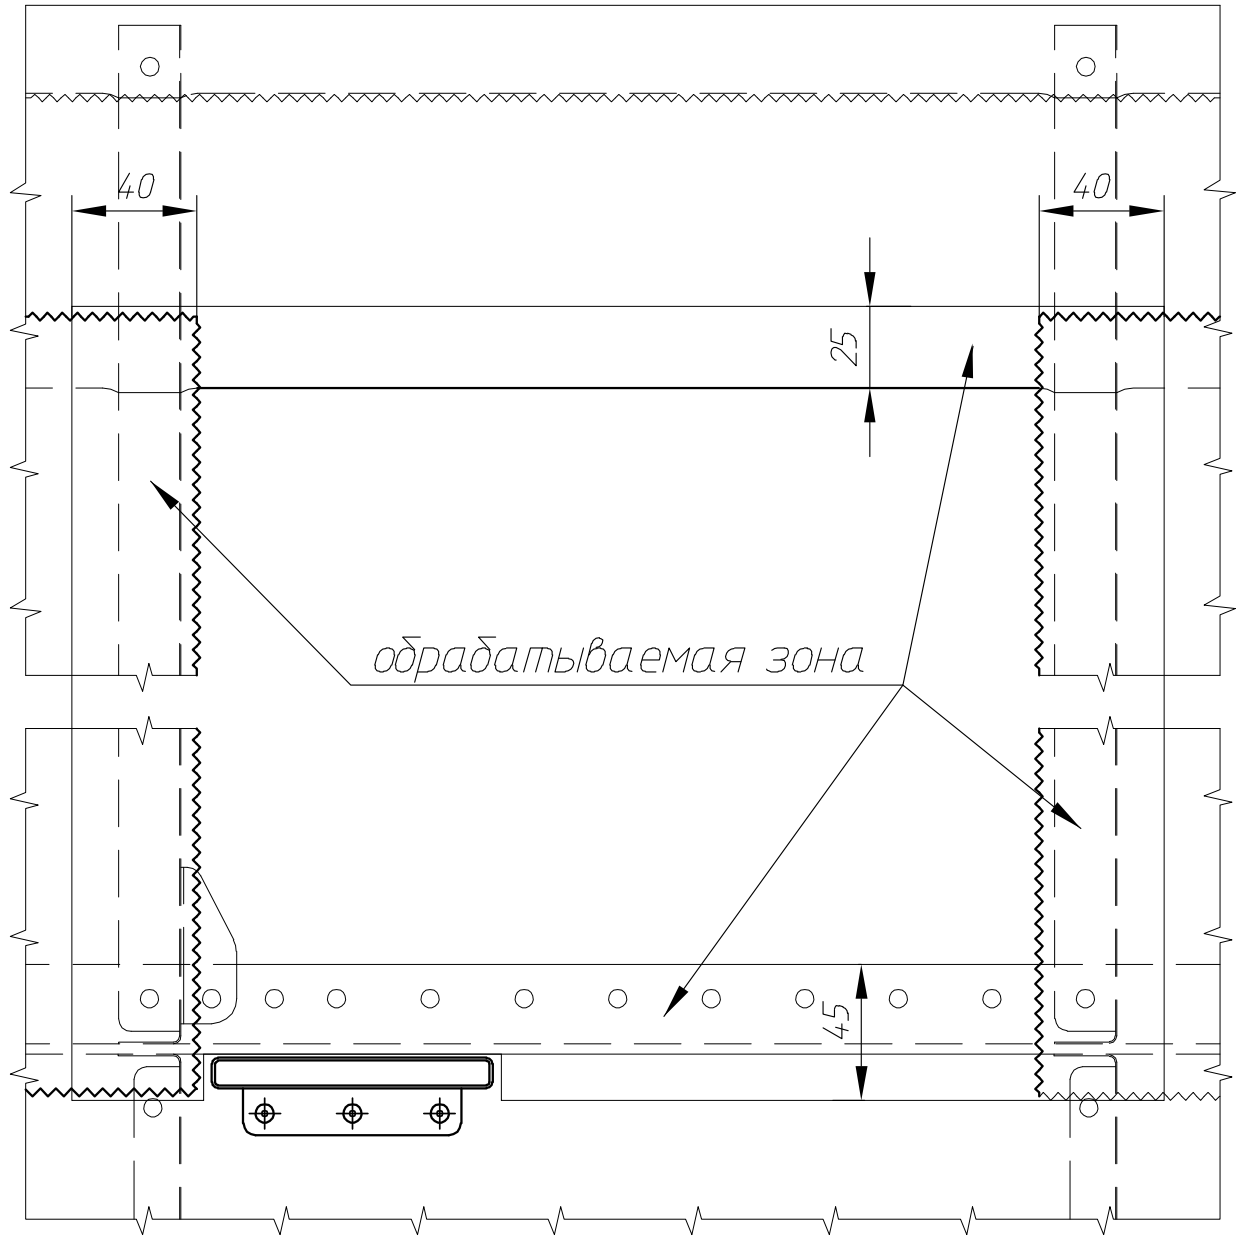

Рис. 3
- 3) зачистить краску с ткани наждачной бумагой, а с обшивки смыть смывкой для старой краски (на месте где будет приклеиваться ткань) рис.3;
- 4) зачистите наждачной бумагой только ту поверхность крыла, на которую будет наклеиваться новая ткань по всему периметру на 25-45 мм (см. рис.3). Протрите ацетоном поверхность, на которую будет наноситься герметик;